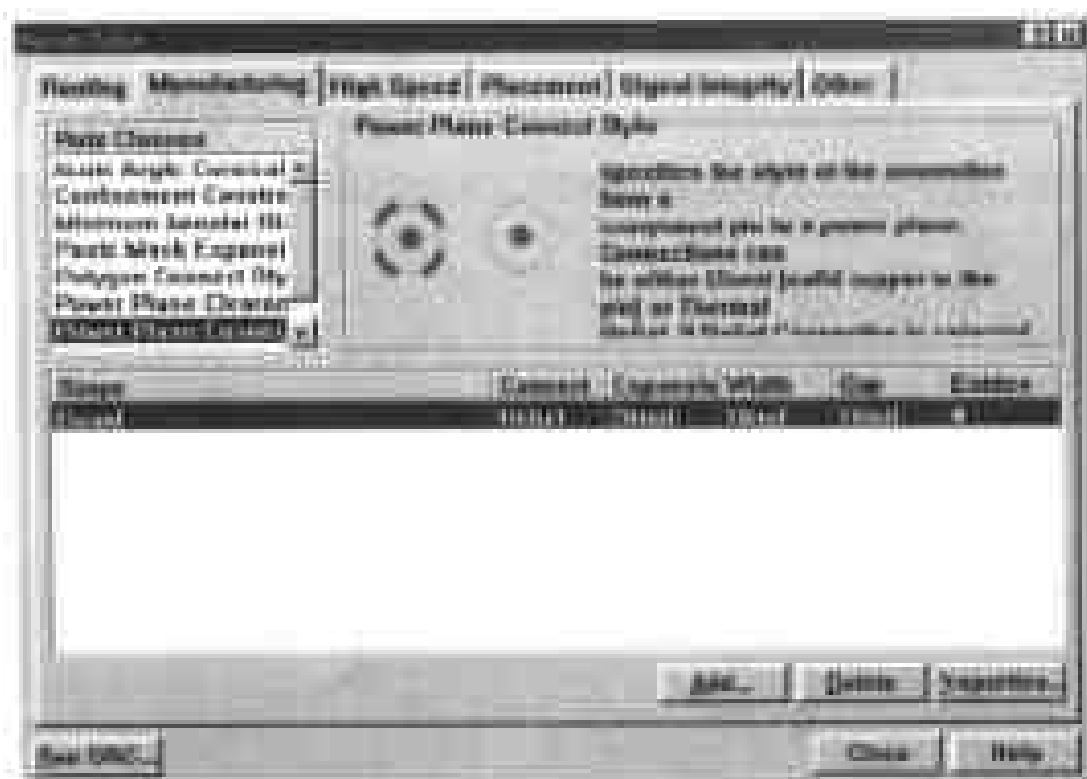
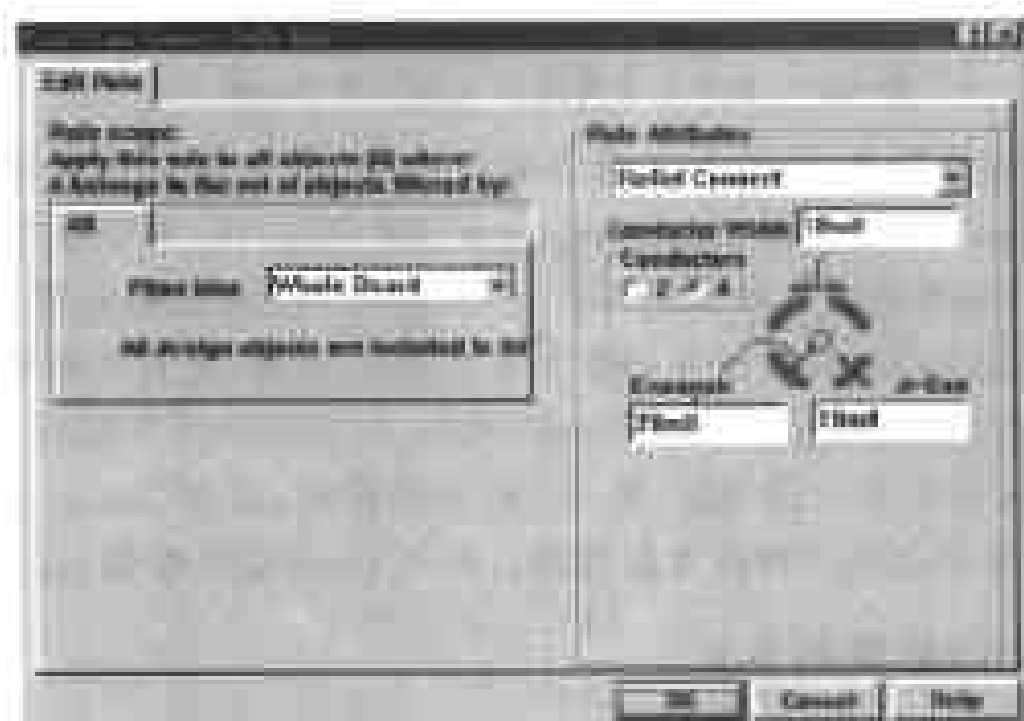

图 9-28 选择 Power Plane Connect Style
图 9-29 设置连接电源板层的方式
(1) 选择 Design > Rules, 在弹出的 Design Rules 对话框中单击 Manufacturing 标签, 然后在对话框中的 Rule Classes 列表框中单击 Power Plane Connect Style, 此时的对话框如图 9-28 所示。
(2) 用户所设置的新规则将显示在对话框下部的方框中, 其中包含了 Scope(适用范围), Connect Style(连接方式), Expansion(延伸量), Width(宽度), Gap(间隙)和 Entries(连接线数)等内容。
(3) 单击对话框底部的 Add 命令按钮, 弹出如图 9-29 所示的对话框, 供用户设置新的规则。
(4) 在对话框左边单击 Filter kind 选项的下拉列表框, 在弹出的下拉列表中包含 Whole Board, Object Kind, Component Class, Component, Net Class, Net 和 Pad 7 个选项, 供用户设定此规则的适用范围, 此选项的取值将反映在 Design Rules 对话框下部方框的 Scope
(5) 在对话框右边单击 Rule Attributes 选区顶部的下拉列表框,在弹出的下拉列表中提供了 Relief Connect 和 Direct Connect 两个选项,供用户设置连接电源板层的方式。如果用户选择 Relief Connect,则激活对话框中的其他选项,如图 9-29 中所示。此选项的设置将反映在 Design Rules 对话框下部方框的 Connect style 栏中。
(6) 在 Conductor Width 选项的输入框中输入数值,设置连接线的宽度,其单位为 mil,此选项的取值将反映在 Design Rules 对话框下部方框的 Width 栏中。
(7) 在 Conductors 选区中单击“4”单选按钮,设置连接线的数量,此选项的取值将反映在 Design Rules 对话框下部方框的 Entries 栏中。
(8) 在 Expansion 选项的输入框中输入数值,设置中央圆孔与连接线之间空隙的距离,在 Air-Gap 选项的输入框中输入数值,设置连接线之间间隙的大小。这两个选项的取值将